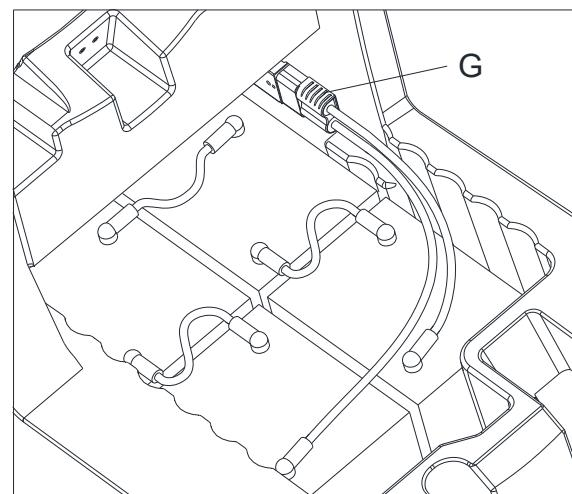

Abbildung 17
2. Ziehen Sie den Akkustecker (G, Abbildung 17) ab.